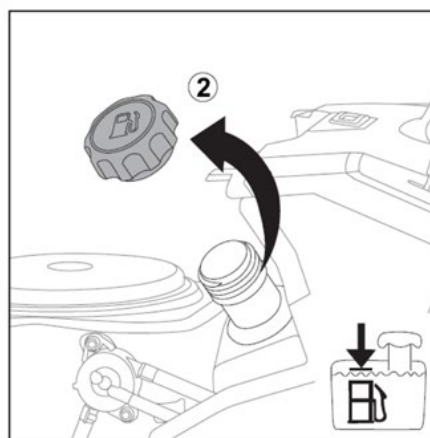

Fig.12B
3. Togliere il tappo del serbatoio. (②, Fig.12B)